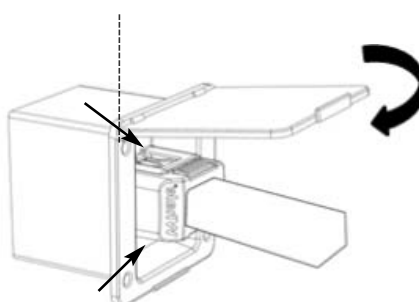

Fig. 5
- Fig. 5 Securing EP1622 & EP1322 plug